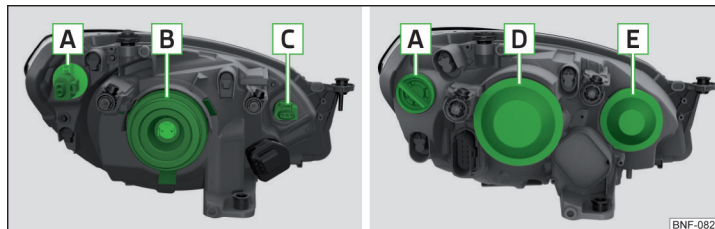

Fig. 171 Faruri față: Varianta 1 / varianta 2
Disponerea becurilor cu incandescentă » fig. 171
- Rotiți soclul împreună cu becul cu incandescentă **C** » fig. 171 la pagina 152 până la limită în sensul săgeții **1** » fig. 173.
- Scoateți căpăcelul de protecție **D**, respectiv **E** » fig. 171 la pagina 152.
- Introduceți căpăcelul de protecție [D], respectiv [E] » fig. 171 la pagina 152.